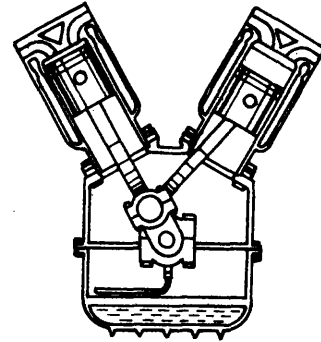

Fig. 7
- *Motores en V.* Los cilindros están dispuestos en el block formando un determinado ángulo, que varía según el tipo de motor (fig. 7). Con esto se logra disminuir la longitud del block.